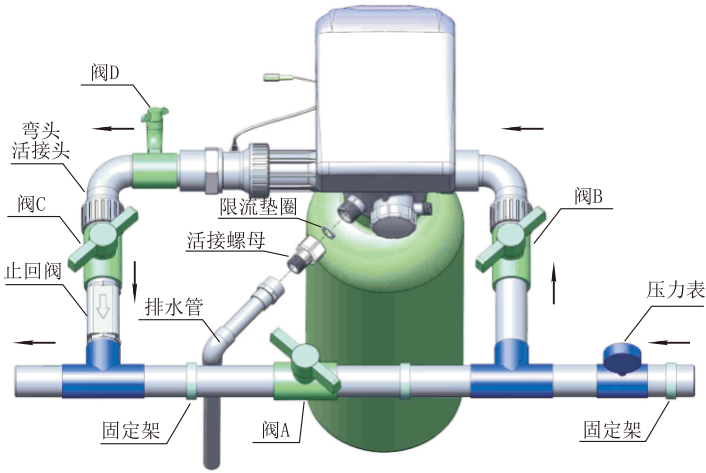

图1-3
③ 安装进水管
- a、如图1-3所示，在进水端安装压力表；
将排水限流垫圈放入排水口，用活接螺母将排水口连接，如图1-3所示。